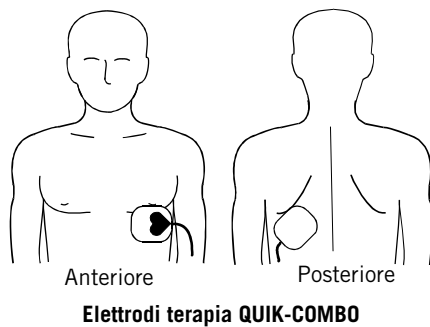

Figura 5-2 Posizionamento antero-posteriore
1. Sistemare l'elettrodo di terapia ♥ o + sulla parte sinistra del precordio, come illustrato nella Figura 5-2. Il bordo superiore dell'elettrodo deve trovarsi al di sotto del capezzolo. Evitare di sistemarlo sopra il capezzolo, il diaframma o la prominente ossea dello sterno, se possibile.
2. Sistemare l'altro elettrodo dietro al cuore nella regione infrascapolare, come illustrato nella Figura 5-2. Per favorire il comfort del paziente, tenere il collegamento del cavo a distanza dalla spina dorsale. Non sistemare l'elettrodo sopra la prominenza ossea della spina dorsale o della scapola.